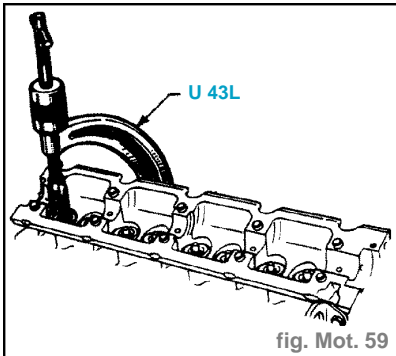

fig. Mot. 59
- Déposer les soupapes, comprimer les ressorts de soupapes avec l'outil **Facom U 43L** (fig. Mot. 59).